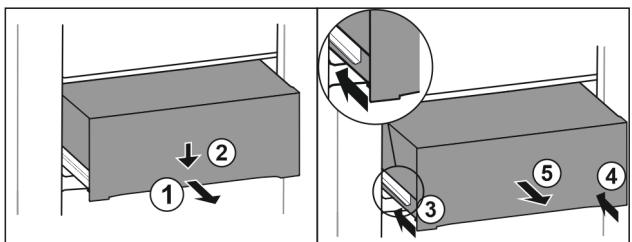

Fig. 106
- ▶ Tirer le tiroir jusqu'à mi-chemin. Fig. 106 (1)
- ▶ Appuyer sur l'avant du tiroir vers le bas. Fig. 106 (2)
- ▶ Insérer le rail gauche d'env. 2 cm. Fig. 106 (3)
- ▶ Insérer le rail droit d'env. 2 cm. Fig. 106 (4)
- ▶ Retirer le tiroir par l'avant. Fig. 106 (5)